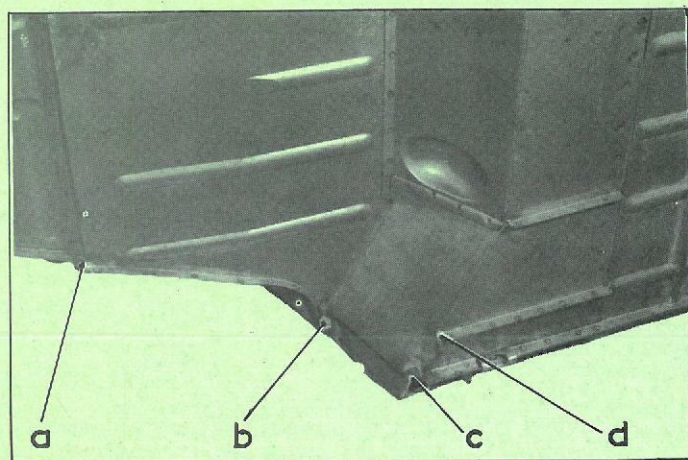

Fig. 4
- a et symétriquement (fig. 4),
- b et symétriquement (fig. 4),
- c et symétriquement (fig. 4),
- d et symétriquement (fig. 4),